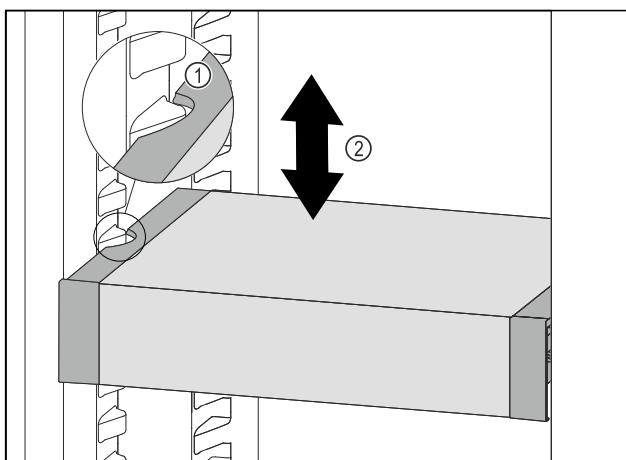

Fig. 120
- ▶ 向前移动 VarioSafe，直到 VarioSafe 两侧的凹槽与冷藏区中的容器肋梁持平。Fig. 120 (1)
- ▶ 在冷藏区中向上或向下移动 VarioSafe，直至所需高度。Fig. 120 (2)